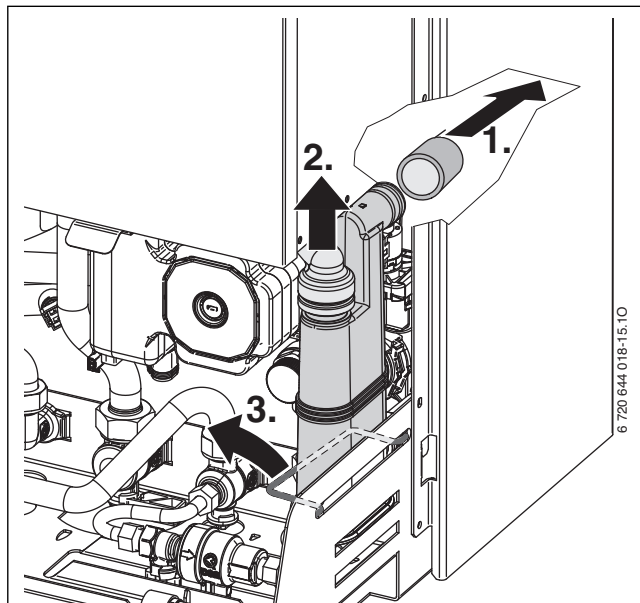

Fig. 50
- Smontare il sifone di scarico condensa (→ fig. 50). Per evitare fuoriuscite di liquidi, posizionare un recipiente sotto il sifone.